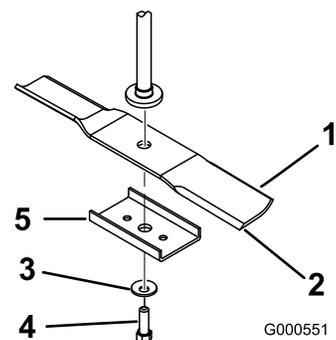
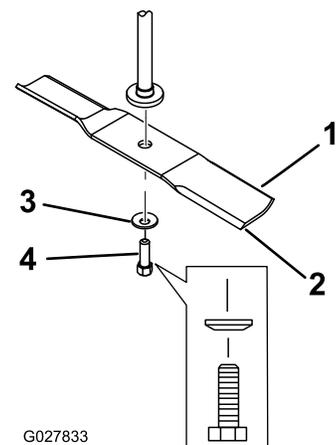

Figure 52
Figure 53
2. Enlevez de l'axe le renfort de lame (plateaux de 81 cm seulement), le boulon de lame, la rondelle bombée et la lame (Figure 52 et Figure 53).
- Placez la lame sur l'axe (Figure 53).
- Montez le renfort (plateaux de 81 cm seulement), la rondelle bombée (face concave vers la lame) et le boulon de lame (Figure 53).